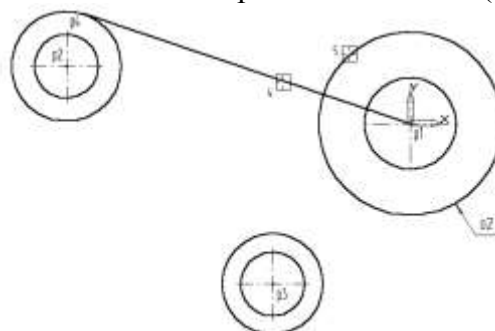

Рис. 6
16. Постройте плавное сопряжение отрезка $p4-p1$ и окружности $o1$ дугой радиусом 35 мм. Включите кнопку **Скругление** на странице Геометрия. В поле Радиус скругления в Строке параметров введите значение 35 мм. После этого укажите мишенью на отрезок $p4-p1$ (мишень 4) и на окружность $o1$ (мишень 5). Результат выполнения операции показан на (Рис. 6).